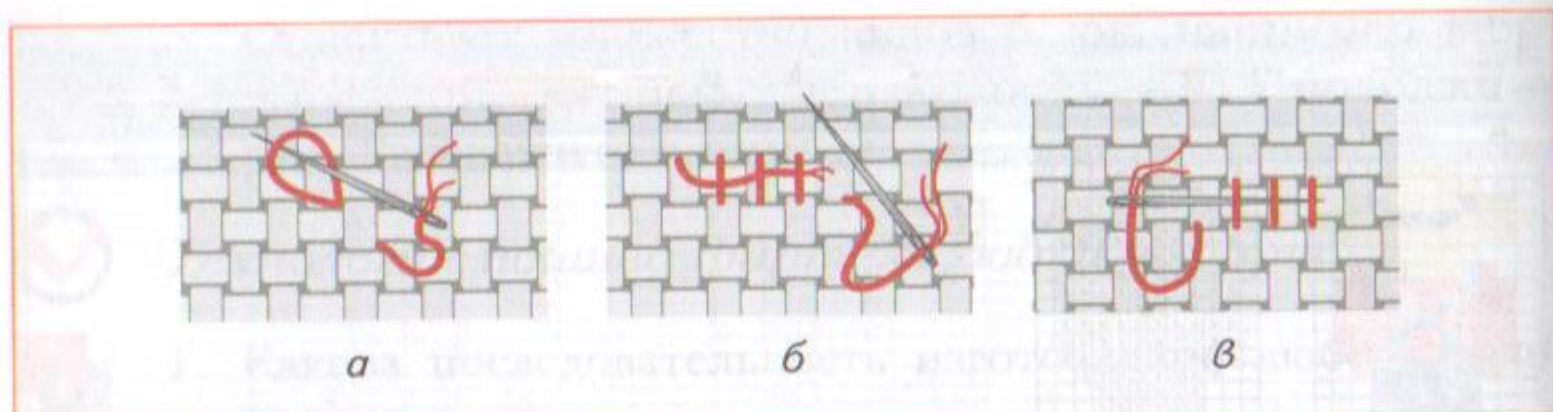

Рис. 122 Закрепление нитки на ткани
1. Отделите от пасмы одну тонкую нитку. Сложите её пополам и обоими сложенными концами вденьте в иглу. Сделайте маленький стежок в начале работы, потяните нитку, пока не останется маленькая петелька. Пропустите иглу через петельку и затяните (рис. 122, а).
2. Отделите от пасмы две нитки, заправьте их в иглу. Выведите иглу на лицевую сторону так, чтобы кончик нитки длиной около 1 см остался с изнаночной стороны. Придерживая его пальцами, сделайте первые стежки так, чтобы они закрепили нитку (рис. 122, б).
Закончив шов, уведите нитку на изнаночную сторону, закрепите её коротким стежком на месте. Проведите иглу под несколькими изнаночными стежками готовой вышивки. После этого обрежьте нитку (рис. 122, в).